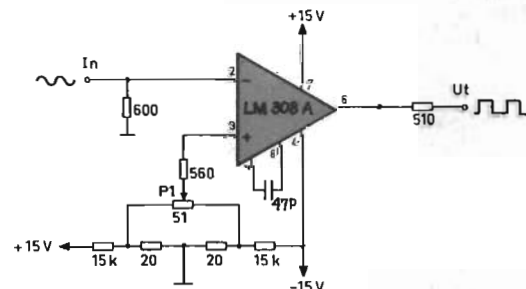

Fig 29. Sinus-kantvågsumvandlare.
- Avslutningsvis visas i fig 29 en komparator som omformar sinusvåg till fyrkantvåg. Känsligheten med avseende på ingångsspänningen inställs med P_1 .